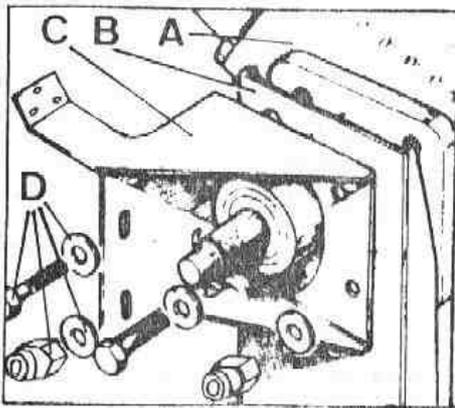

Fig. G-31 Soportes de apoyo de la caja de dirección
- 1.12. Si fuese necesario, se desmontarán de la caja de dirección, A (Fig. G-31), los soportes de apoyo, B.
- 2.1. Si se hubiesen desmontado, se volverán a instalar los soportes, B y C (Fig. G-31) a la caja de dirección, y se apretarán los tornillos con una tensión de 5 mkg, aplicándole previamente LOCTITE a la rosca de los dos tornillos superiores.